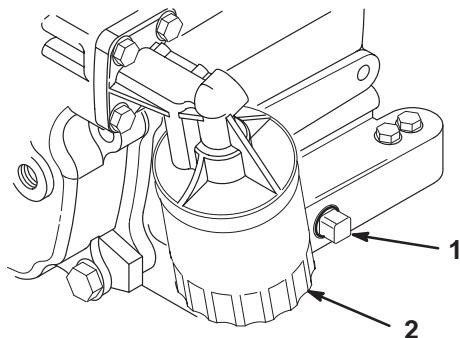

Bild 20
5. Entfernen Sie die Ablassschraube (Bild 20) und lassen das Öl in ein Auffanggefäß ab. Drehen Sie, wenn das Öl vollständig abgelaufen ist, die Ablassschraube wieder auf.
2. Entsorgen Sie den alten Ölfilter (Bild 20). Ölen Sie die neue Dichtung am Ölfilter leicht mit frischem Öl ein.